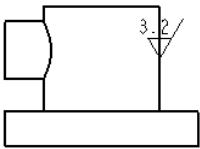

图 5.7.7 选取“图元”命令
- **Entity (图元)**：将粗糙度符号依附在图元上，如图 5.7.7 所示。